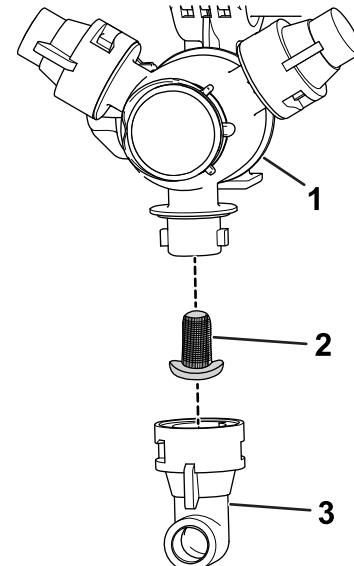

Bild 57
- Nehmen Sie die Düse vom Sprühdrehkreuz ab (Bild 57).
| 3. Entfernen Sie den Düsenfilter (Bild 57). | |
- Setzen Sie den Düsenfilter ein (Bild 57).
- Setzen Sie die Düse auf das Sprühdrehkreuz auf (Bild 57).